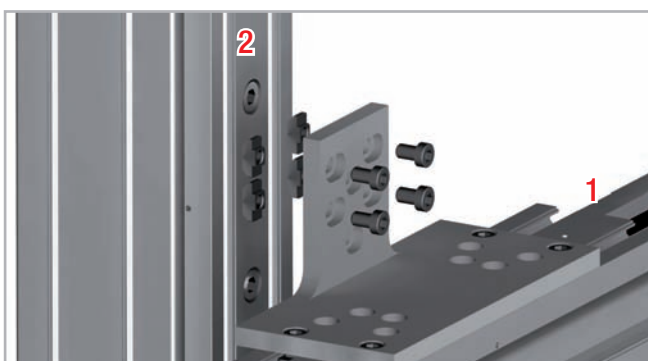

Fig. 104
4. Afin que la plaque d'interface puisse être fixée sur l'unité 2, insérez les vis dans les trous préparés sur le côté étroit de la plaque (voir fig. 104).